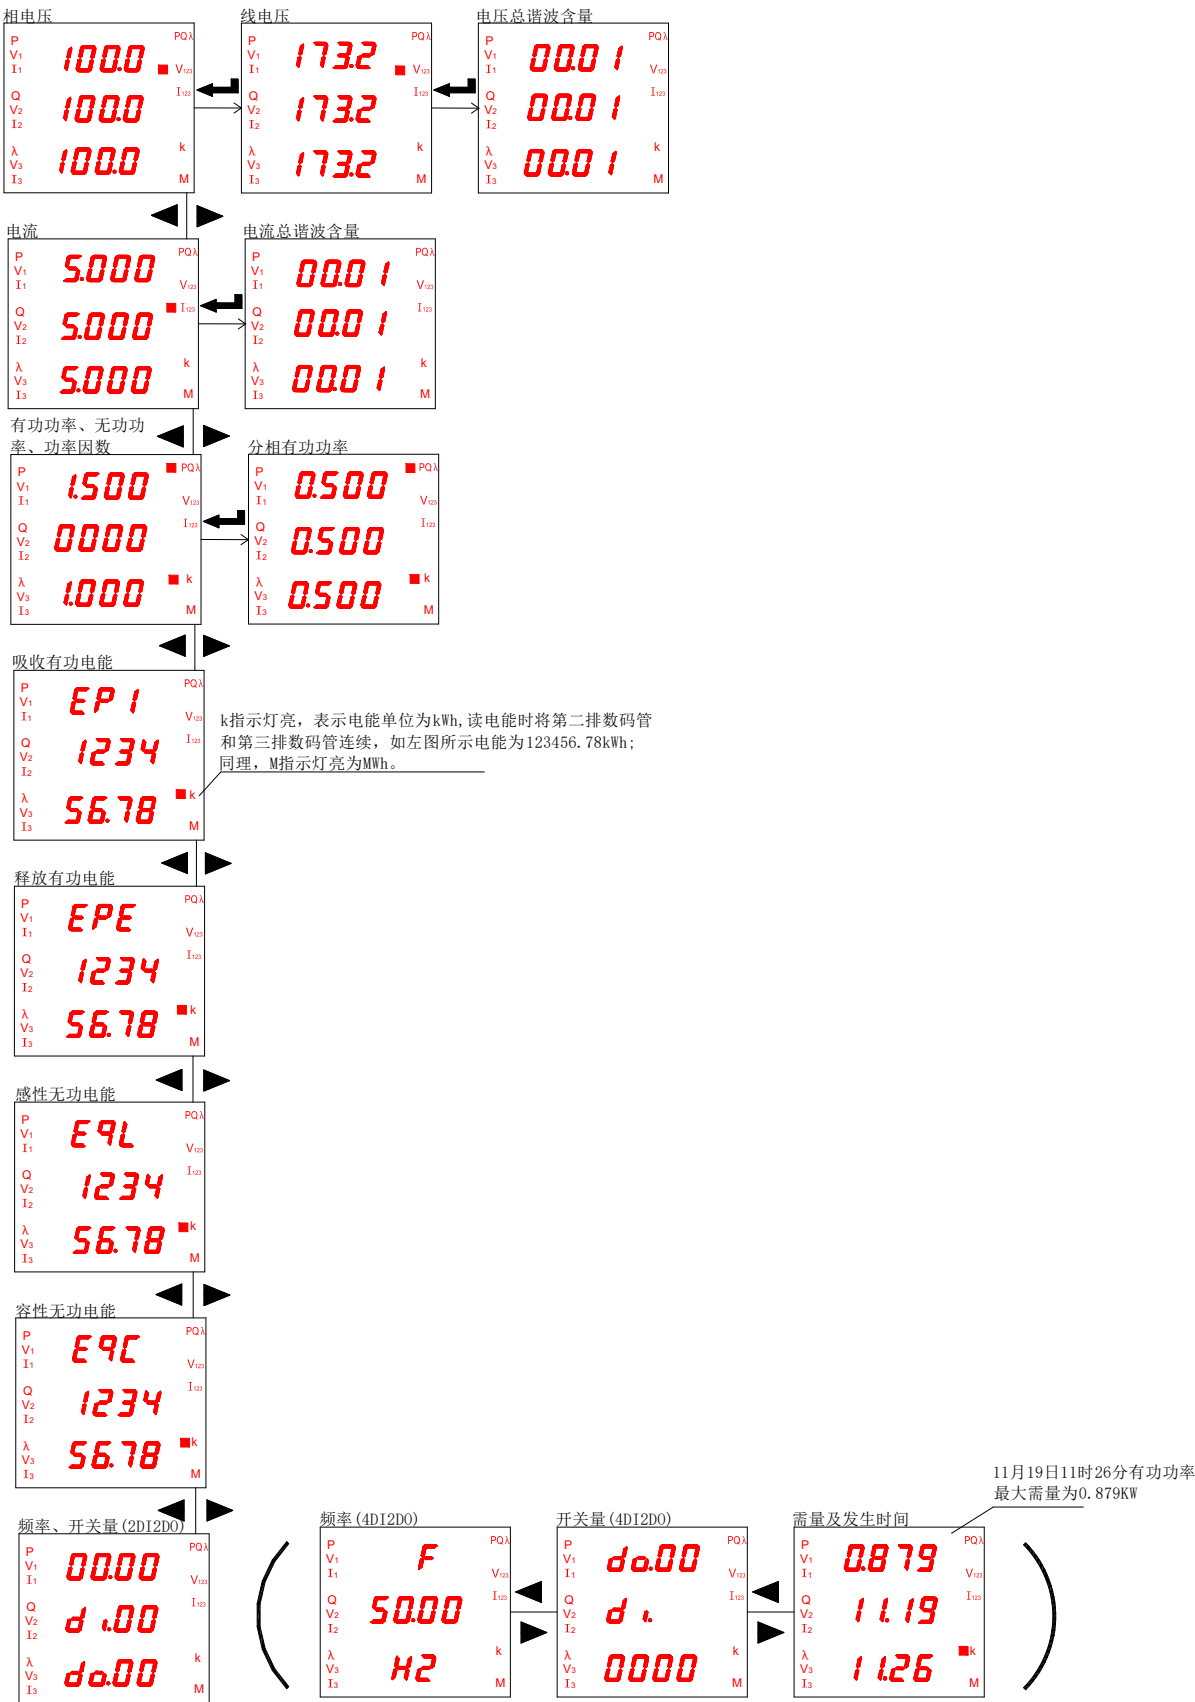

图 13
5.2.1 查看 DMY72/96 电流、电压、功率、电能和频率的操作步骤如图 13、14 所示。